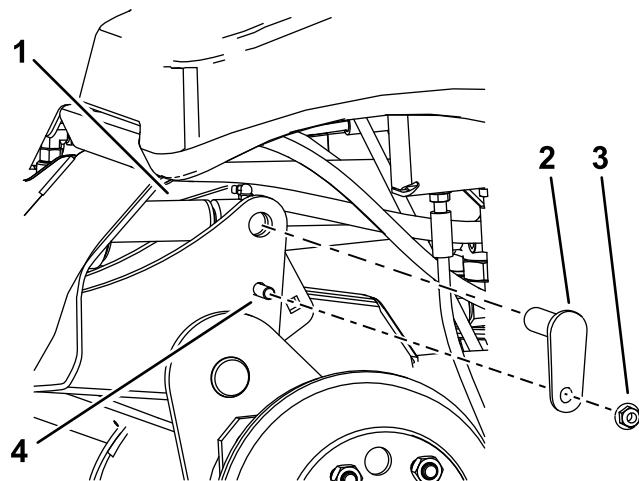

図 9
- C. ポンチを使って、シリンダロッドの穴と昇降アームの穴を揃える図 9。
- D. ボルト 3/8" x 1 1/4" 2本、ナット 3/8" 2個、小さいピン 2 本を使用して、昇降アームをシリンダに固定する図 9。